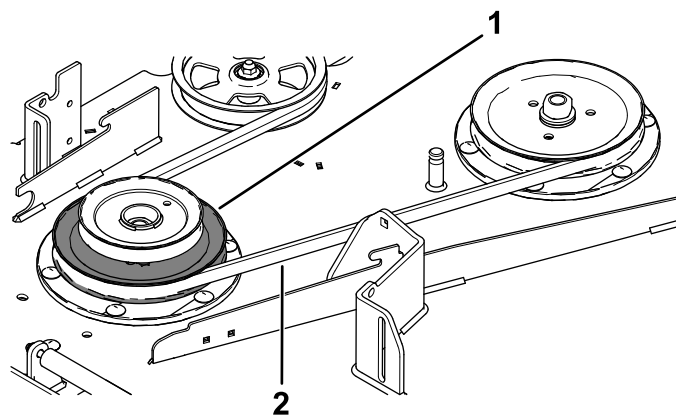

Figure 21
11. Chaussez la courroie du plateau de coupe sur la poulie inférieure de la double poulie (Figure 21).